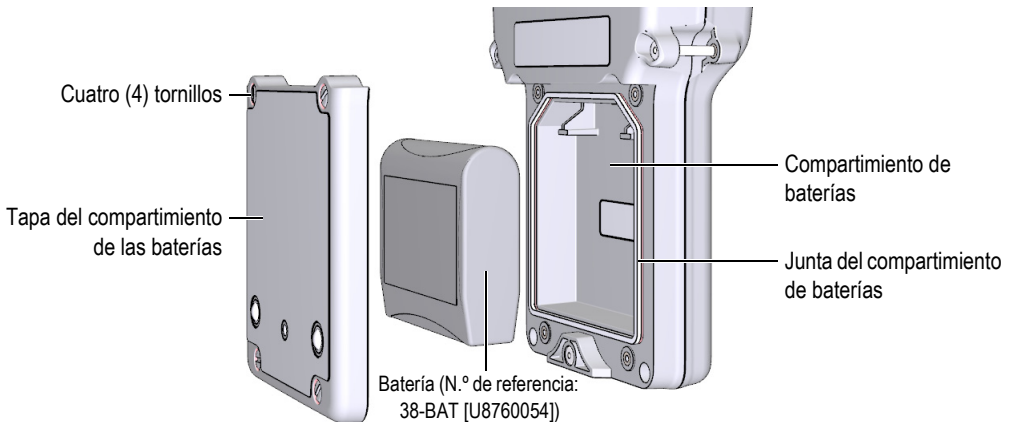

Figura 2-4 Apertura del compartimiento de baterías
La batería se encuentra ubicada en el compartimiento de baterías, que es accesible desde la parte posterior del equipo 38DL PLUS. Véase la Figura 2-4 en la página 44.
6. En la parte posterior del equipo, desatornille los 4 tornillos de la tapa del compartimiento de baterías. Véase la Figura 2-4 en la página 44.